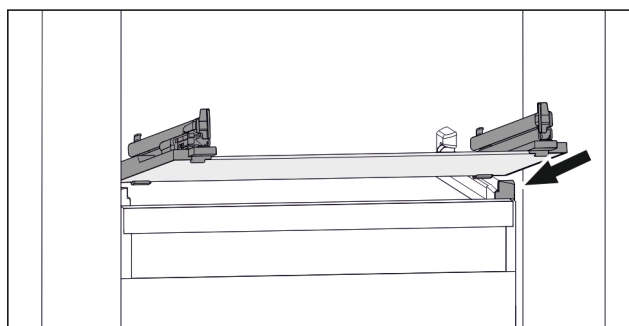

Fig. 161 Simbolična slika steklene plošče
- ▶ Steklenu ploščo postavite v poševnem položaju za zaustavljalniki. (glejte Fig. 161)